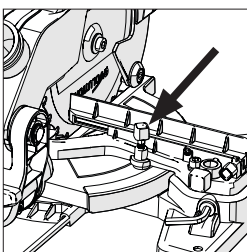

Fig. 18
- Allentare la manopola di bloccaggio impugnatura bisello (Fig. 18) ruotandola in senso antiorario.